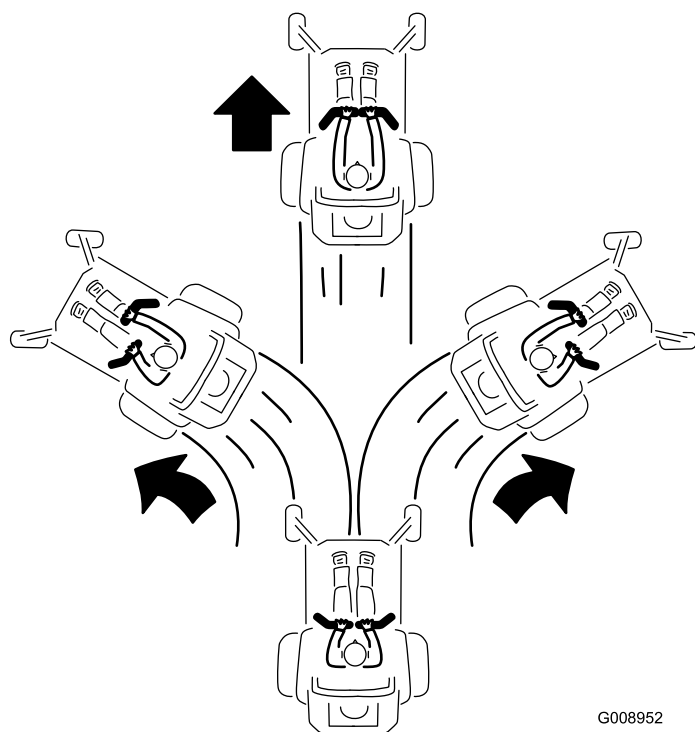

Figura 22
3. Per fare marcia avanti spingete lentamente in avanti le leve di controllo del movimento (Figura 22).